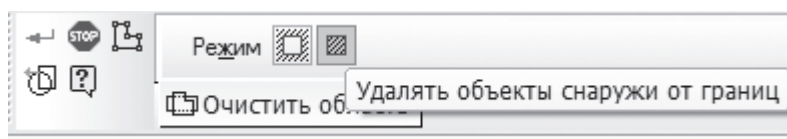

Рис. 145
9. Чтобы удалить все элементы чертежа, находящиеся за контуром окружности, нужно активировать команду *Очистить область*  на панели инструментов *Редактирование*. В ней щелкнуть левой клавишей мыши на пиктограмму  *Удалять объекты снаружи от границ* (рис. 145).